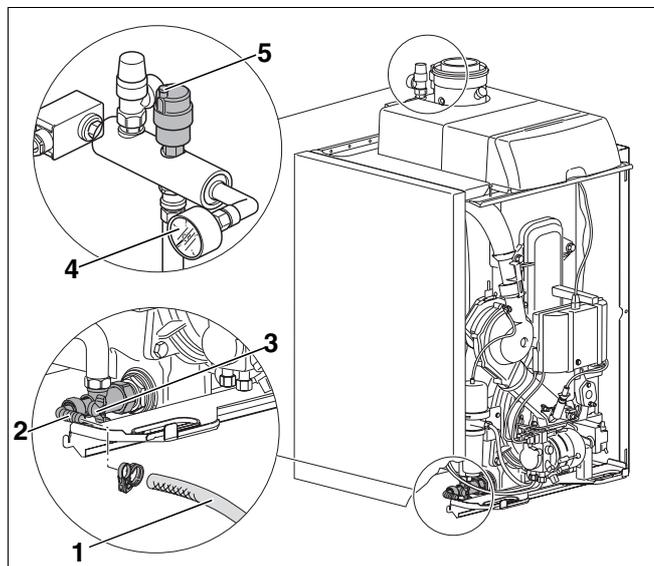

Fig. 25 Riempire l'impianto di riscaldamento con l'apposita acqua di riempimento
- Inserire il tubo riempito d'acqua (fig. 25, **pos. 1**) sul portagomma (fig. 25, **pos. 2**) del rubinetto di carico e scarico e aprire quest'ultimo (fig. 25, **pos. 3**).
- Svitare il tappo (fig. 25, **pos. 5**) del disaeratore automatico, effettuando una rotazione, in modo da far fuoriuscire l'aria.
- Aprire con cautela il rubinetto dell'acqua e caricare lentamente l'impianto di riscaldamento, controllando l'indicatore della pressione (manometro, fig. 25, **pos. 4**) per il circuito di riscaldamento.
- Chiudere il rubinetto dell'acqua e quello di carico e scarico (fig. 25, **pos. 3**) della caldaia.
- Estrarre il tubo (fig. 25, **pos. 1**) dal rubinetto di carico e scarico (fig. 25, **pos. 3**).